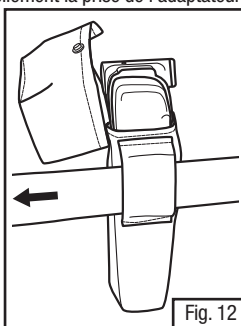

Fig. 12
5. Après s'être assuré que l'adaptateur et le bloc-piles sont entièrement insérés dans la partie inférieure de l'étui, fixer l'étui à la ceinture de manière qu'il soit situé sur le côté droit de l'utilisateur (Fig. 12).